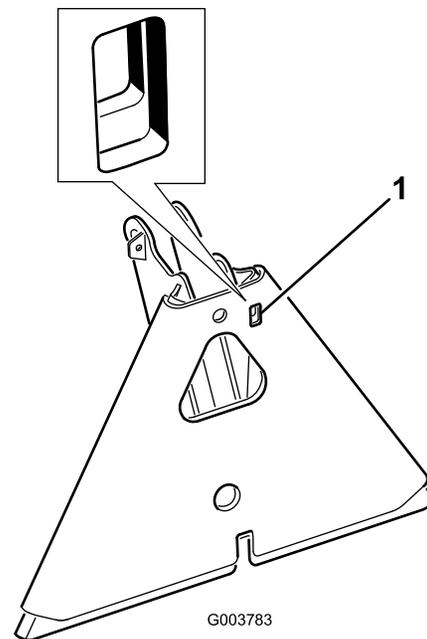

Figura 17
**Nota:** Si el adaptador del accesorio se adhiere al adaptador de la unidad de tracción, introduzca una palanca o un destornillador en la ranura para separar las piezas (Figura 17).